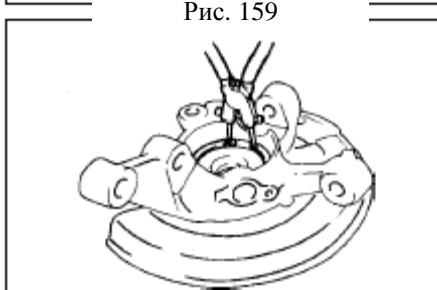

Рис. 160
**Установите пружинное стопорное кольцо ступицы левой передней оси с помощью приспособления для снятия стопорных колец(рис. 160).**